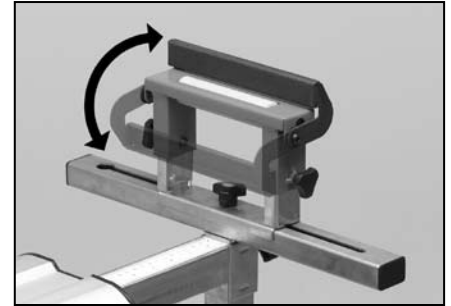

Figura 10
15. Los soportes de rodillos cuentan con topes de toque ligero incorporados en ellos de modo que se puedan usar para cortes repetitivos o de la misma longitud. Sencillamente toque ligeramente los topes hasta la posición de hacia arriba y ajuste a la longitud deseada. Figura 10.